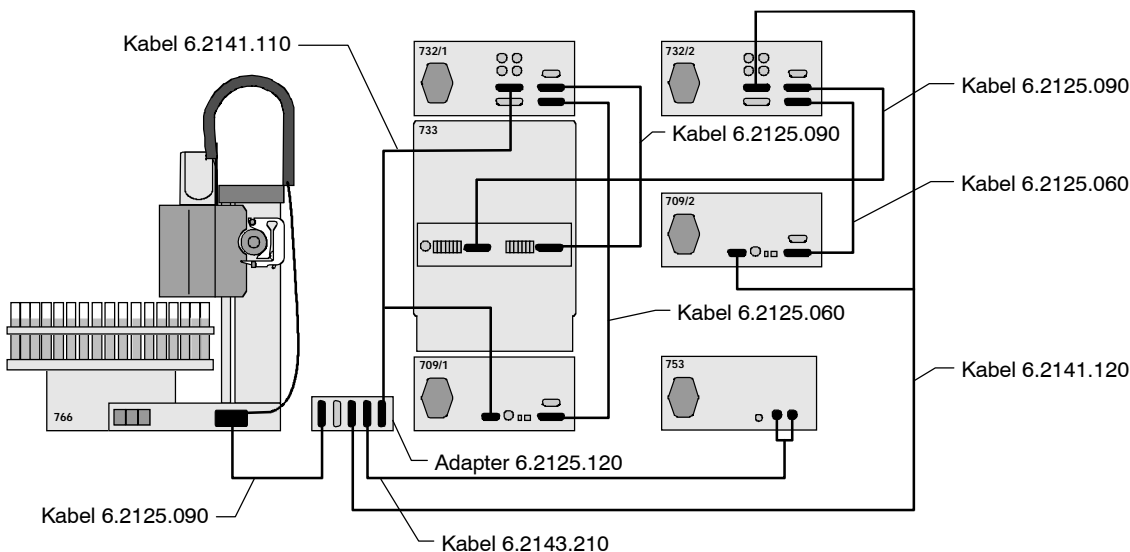
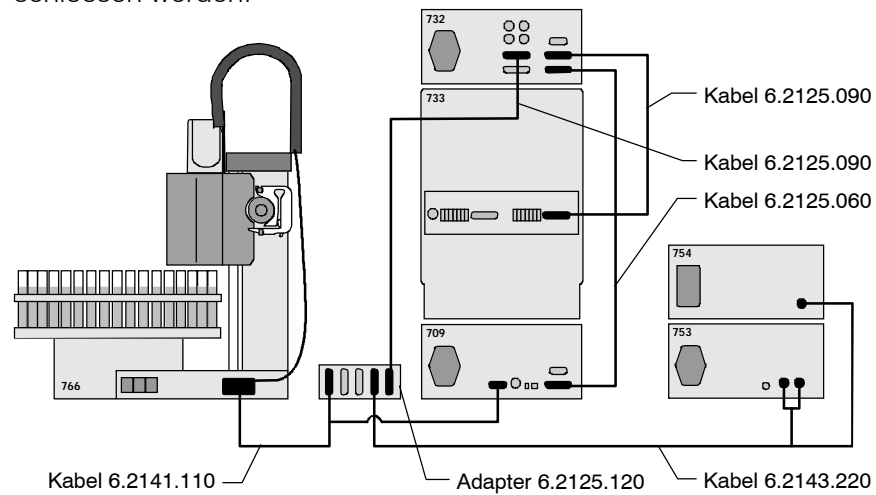

Abb. 14: Zusammenschaltung mit Anionen/Kationenbetrieb
Abb. 15: Zusammenschaltung mit IC-System mit Dialyse
- PTFE-Ansaugschlauch **84** (siehe *Abb. 14* bzw. *Abb. 15* der Gebrauchsanweisung 732/733) ganz aus dem Anschluss **22** bzw. **28** herausziehen und vom Anschluss "1" des Injektionsventils **66** abschrauben.
Der Anschluss des IC Sample Processors 766 an ein für gemischten Anionen/Kationenbetrieb ausgerüsteten IC-System mit zwei IC Detektoren 732, dem IC Separation Center 733.0020, zwei IC Pumpen 709 und (falls mit Suppression gearbeitet wird) dem Suppressor-Modul 753 erfolgt gemäss *Abb. 14* mit Hilfe des Adapters 6.2125.120. Mit dieser Zusammenschaltung kann die Standardmethode 'AnCat' und 'AnCat.Seg' verwendet werden (siehe *Kap. 4.6*).
Der Anschluss des IC Sample Processors 766 an ein für die Probendialyse ausgerüstetes IC-System mit IC Detector 732, IC Separation Center 733.0020, IC Pumpe 709, Dialysis Unit 754 und (falls mit Suppression gearbeitet wird) Suppressor-Modul 753 erfolgt gemäss *Abb. 15* mit Hilfe des Adapters 6.2125.120. Mit dieser Zusammenschaltung kann die Standardmethode 'Dialysis' verwendet werden (siehe *Kap. 4.6*). Falls ohne Suppression gearbeitet wird, kann die Dialysis Unit 754 mit dem Kabel 6.2143.200 am Adapter 6.2125.120 angeschlossen werden.